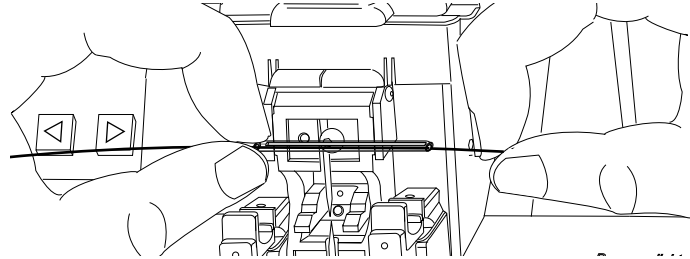

Abbildung 23
- b) Öffnen Sie die Faserklemmen. Entfernen Sie vorsichtig die Faser aus der V-Nut. Schieben Sie den Spleißschutz über den Spleiß (siehe Abb. 23).